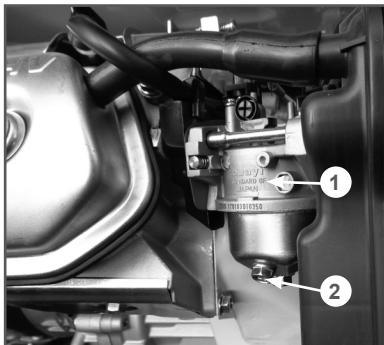

Рис. 21 Слив топлива из карбюратора
3. Открутите болт 2 на карбюраторе 1 (Рис. 21) и слейте топливо из поплавковой камеры в подготовленную для этого емкость.
- 2. Слейте топливо из карбюратора (Рис. 21).